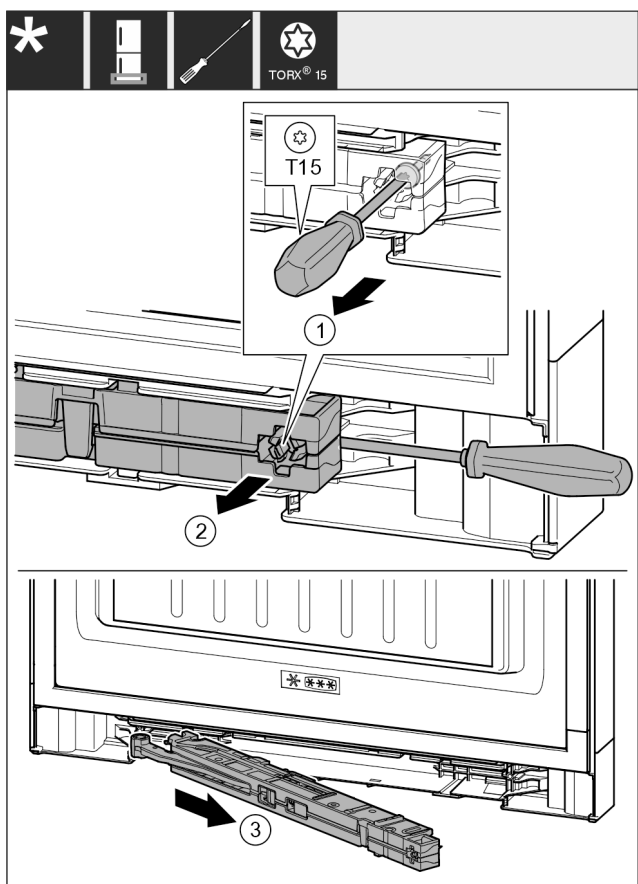

Fig. 21
- Šroub Fig. 21 (1) na jednotce tlumiče zavírání povolte šroubovákem 14 mm.
- Vypačte jednotku tlumiče zavírání Fig. 21 (2) na straně madla šroubovákem dopředu.
- Vytáhněte jednotku tlumiče zavírání Fig. 21 (3).